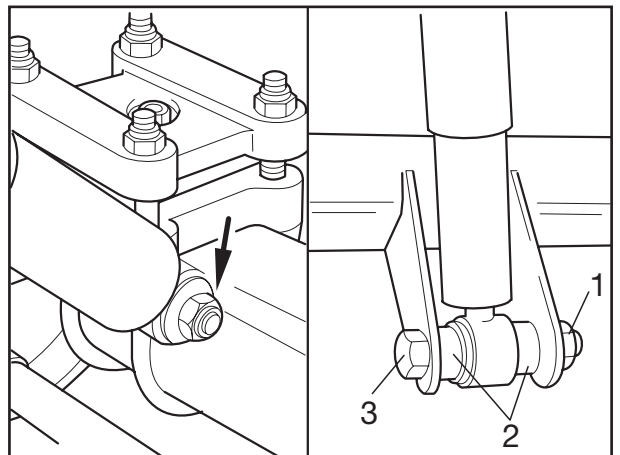

Fig. 6
- [10] Bei Stoßdämpferbefestigung mit Gewindebolzen müssen die Stoßdämpfer ausgebaut werden, dazu obere und untere Sicherungsmutter (Fig. 6/Pfeil) abschrauben und Stoßdämpfer abnehmen.
Bei Stoßdämpferbefestigung zwischen Platten untere Mutter (Fig. 6/1) der Befestigungsschraube (Fig. 6/3) abschrauben. Schraube herausziehen und Distanzhülsen oder Scheiben (Fig. 6/2), falls vorhanden, abnehmen.